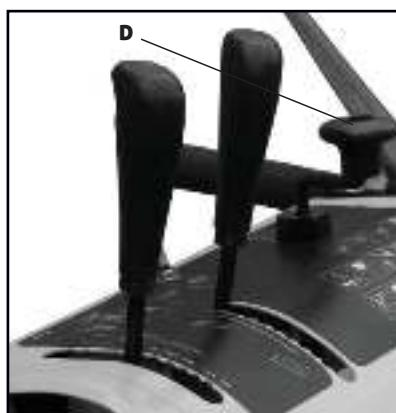
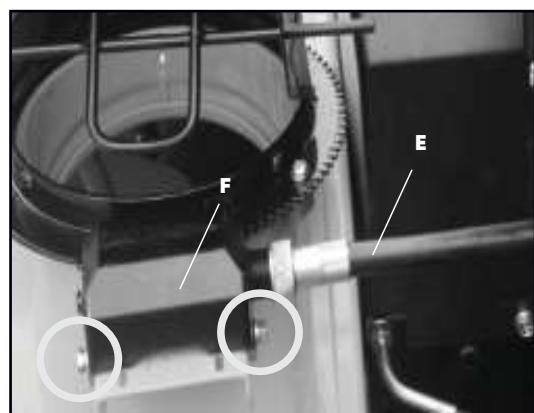

Рис. 5 (для модели S 7713-T)
Рис. 6 (для модели S 7713-T)
- На панели оператора проверьте соединение рукоятки вращения желоба **D** (рис.5) с гибким валом **E** (рис.6).
- Механизм поворота желоба **F** должен быть зафиксирован на корпусе машины (рис.6), а гибкий вал **E** должен быть надежно соединён с механизмом поворота желоба **F** (рис.6) и рукояткой вращения желоба **D** (рис.5).